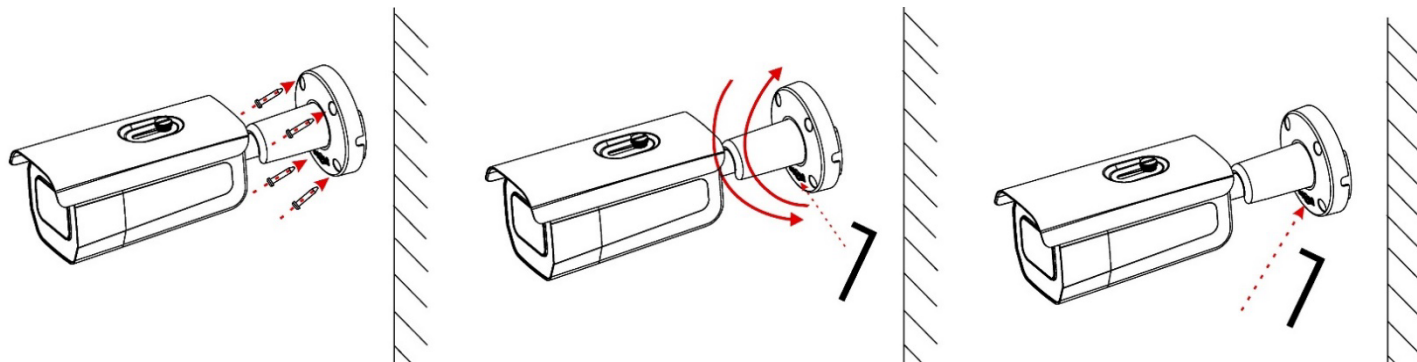

Рис. 1 – Монтаж камеры
4. Поверните закрепленную камеру на кронштейне так, чтобы получить обзор нужной площади. Зафиксируйте камеру в нужном положении, закрутив регулятор в основании с помощью шестигранного ключа (рис. 1).